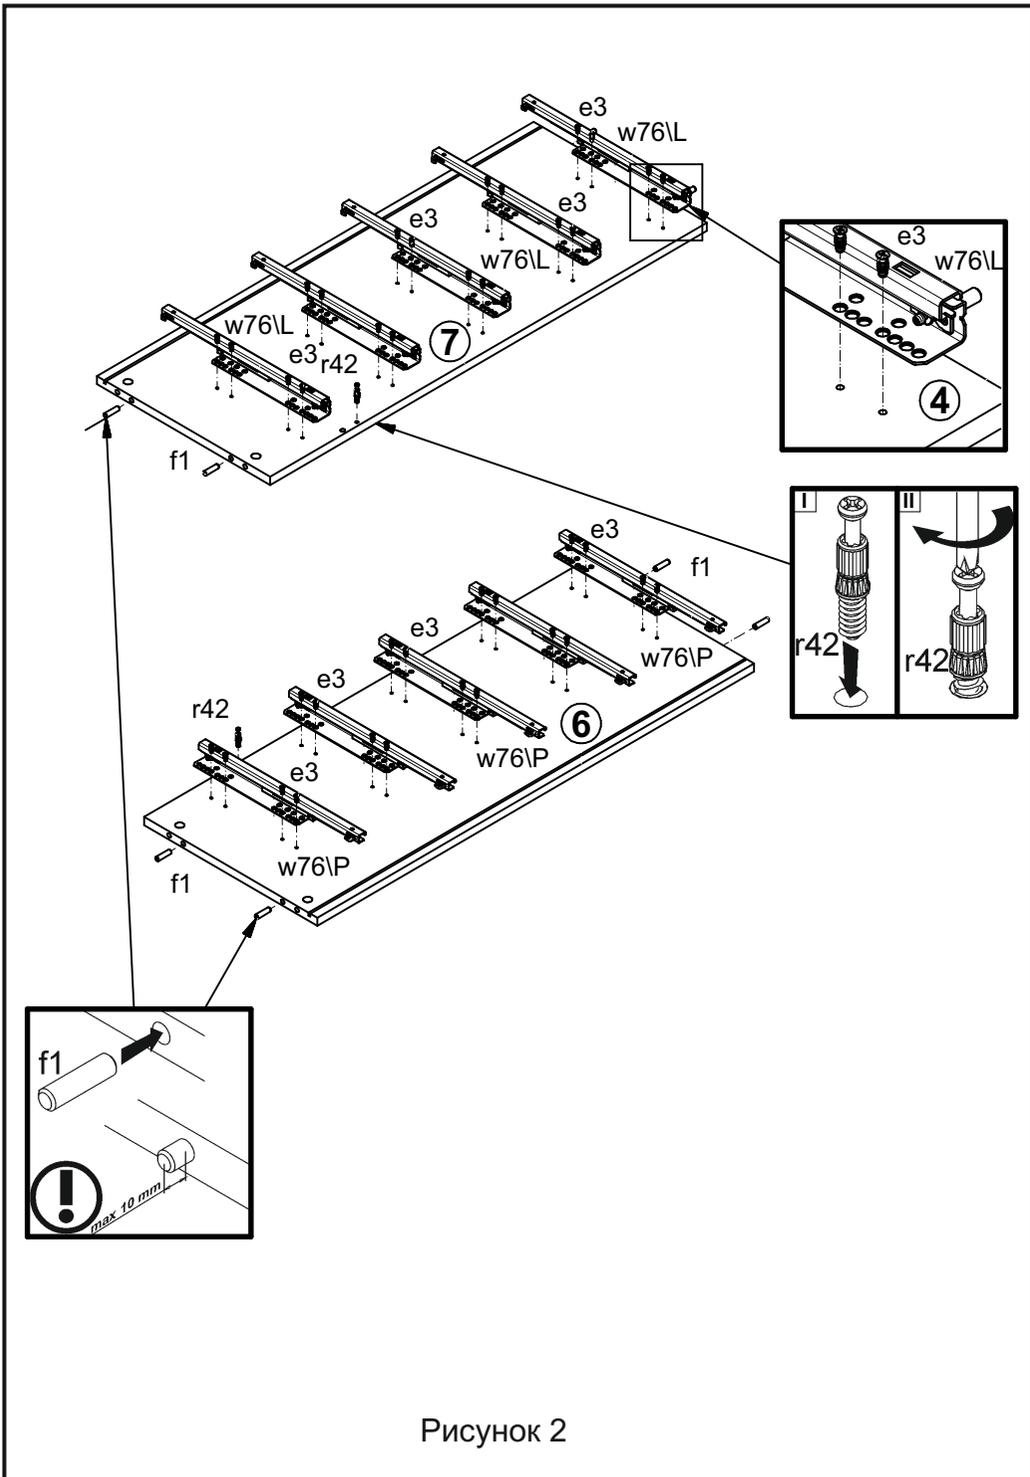
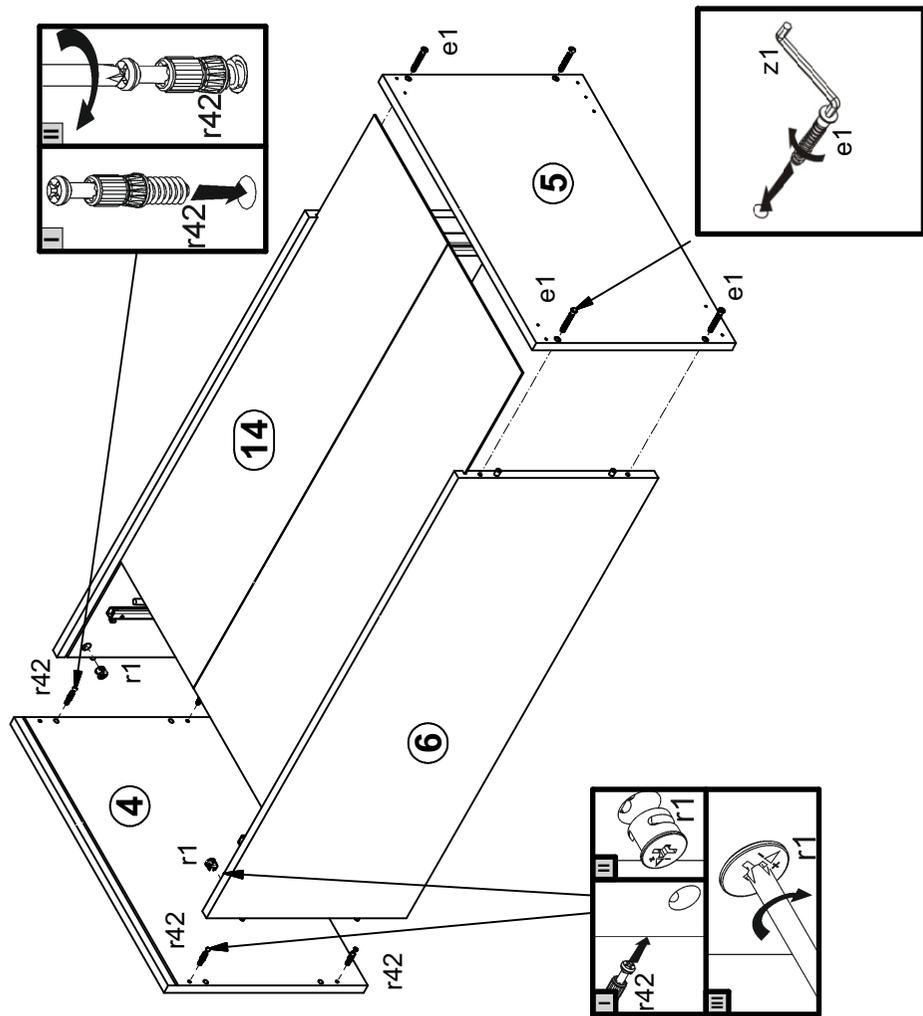

Рисунок 2
Рисунок 4
4.2 В отверстия  $\varnothing 8$  мм на верхних и нижних кромках стенок боковых 4 и 6 (см. рис. 2) и в торцах планки декоративной рифленой 12 вбить деревянные шканты f1 (см. рис. 3).
4.3. В отверстия  $\varnothing 4$  мм на внутренних поверхностях стенок 4,6 еврошурупами e3 закрепить по 5 комплектов направляющих w76\lL и w76\lP (см. рис. 2).
4.4. В отверстия  $\varnothing 5$  мм на внутренних поверхностях стенок 4,6 (см. рис. 2), на нижней поверхности щита верхнего 7 (см. рис. 4) вкрутить винты стяжки r42.
4.5. В отверстия  $\varnothing 15$  мм на задней поверхности планки декоративной рифленой 12 (см.рис. 3), на внутренних поверхностях стенок 4,6 (см.рис. 4) вставить стяжки эксцентриковые r1.
4.7. Присоединить щит 7 к стенкам 4, 6 с помощью шкантов f1, затянуть стяжки эксцентриковые r1, пользуясь отверткой, вставить стенку заднюю 14 в пазы в деталях 4, 6, 7. Передние стяжки закрыть заглушками s2 (см. рис. 4).
4.8. Присоединить щит 5 к стенкам 4, 6 с помощью шкантов f1, затянуть конформаты e1 на нижней поверхности щита 5 пользуясь ключом z1 (см. рис. 4).
4.16. Закрепить передние эксцентриковые стяжки на стенках боковых 4,6 заглушками s2 (см. рис. 4).